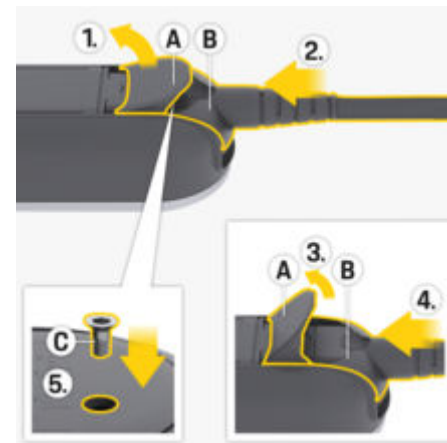

Рис. 158 Закрепление сетевого кабеля и фиксация штекера
1. Откройте крышку **А** (Рис. 158) прим. на 15 градусов (чтобы штекер **В** (Рис. 158) оказался в панели управления).
2. Вставьте штекер **В** (Рис. 158) в панель управления до первого сопротивления.
3. Полностью откройте крышку **А** (Рис. 158).
4. Вставьте штекер **В** (Рис. 158) до конца.
5. Полностью закройте крышку **А** (Рис. 158) и зафиксируйте винтом **С** (Рис. 158).